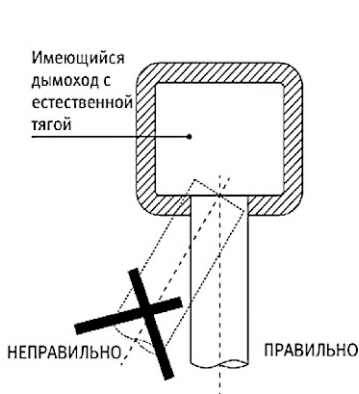

Рис.8
- Выпускная труба должна иметь перпендикулярное присоединение относительно противоположной внутренней стенки дымохода (см. рис.8);